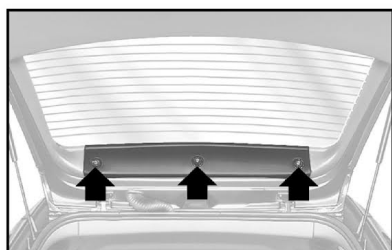

fig. 33
LUZES DO BRAKE LIGHT - MAREA WEEKEND figs. 33 e 34
1) Com a tampa aberta, desaparafusar os três parafusos de fixação e remover o painel **fig. 33**.